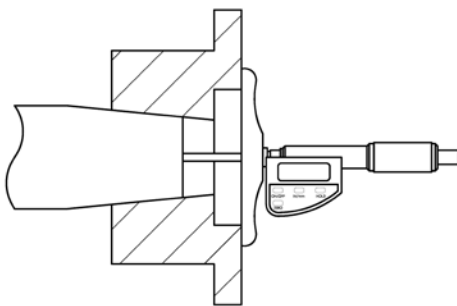

Figura 4 - Ejemplo de medición desde el extremo del eje hasta la cara del buje.
- 7.4. Use un micrómetro de profundidad para medir la distancia desde el extremo del eje hasta la cara del buje, como se muestra en la Figura 4. Registre la dimensión.